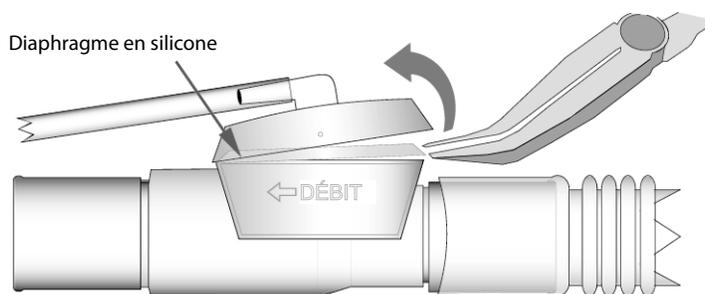

Figure D-1 Retirer le diaphragme en silicone -- Circuit patient enfant/adulte
1. En utilisant un hémostatique ou un abaisse-langue, ouvrir soigneusement la valve d'expiration comme illustré à la figure D-1. Retirer le couvercle supérieur en premier, puis le diaphragme en silicone. Placer le diaphragme en silicone dans un endroit propre, seulement sur des circuits à usage unique. Ne pas essayer la procédure suivante sur un circuit réutilisable.